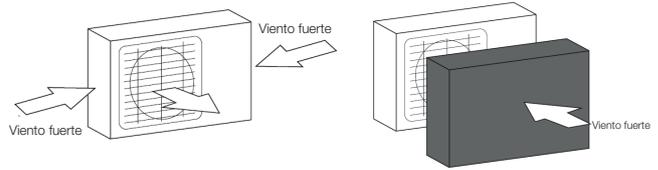

Fig. 10-1
- Si el lugar de la instalación esta expuesto a vientos fuertes como lugares costeros, asegurarse que el ventilador funcione correctamente colocando la unidad en forma paralela a la pared o utilizando una tapa o escudo (ver Fig. 10-1).